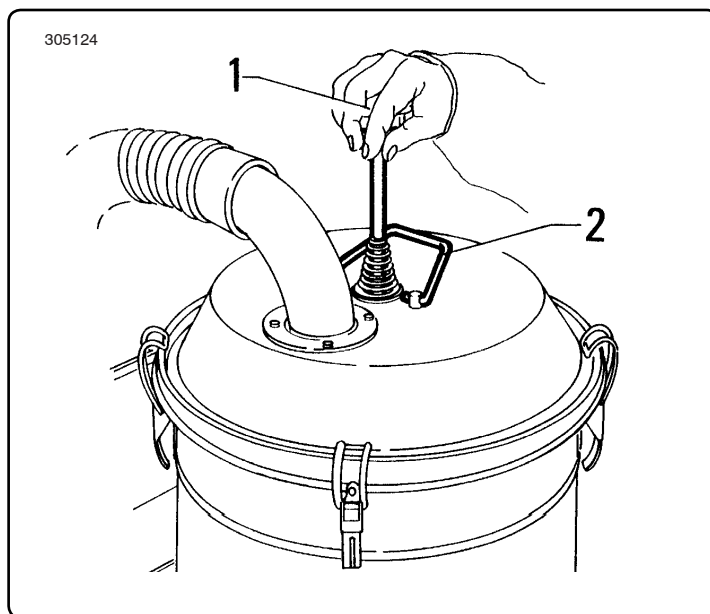

Fig. 6.5.1
6.5 - Pulizia del filtro primario (solo mod. 3151 e 150/36) - fig. 6.5.1
6.5 - Cleaning the primary filter (only mod. 3151 and 150/36) - fig. 6.5.1
6.5 - Nettoyage du filtre principal (seulement mod. 3151 et 150/36) - fig. 6.5.1
6.5 - Reinigen des Primärfilters (nur Mod. 3151 und 150/36) - Abb. 6.5.1
- Sollevare ed abbassare il pomello "1" (fig. 6.5.1) con una certa energia ed a più riprese in modo da staccare la polvere dal filtro.
- Strongly lift and lower knob "1" (fig. 6.5.1) several times in order to detach the dust from the filter.
- Soulevez et abaissez le pommeau "1" (fig. 6.5.1) énergiquement à plusieurs reprises de manière à décoller la poussière du filtre.
- Den Ballengriff "1" (Abb. 6.5.1) mehrmals energisch hochziehen und herunterdrücken, um den Filter von dem Staub zu befreien.